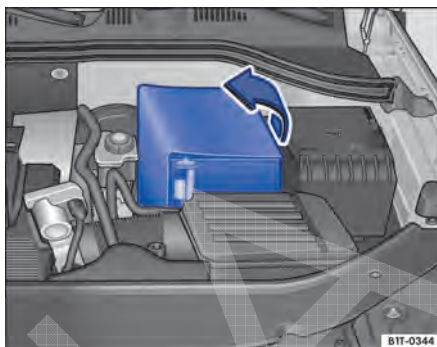

Fig. 201 No compartimento do motor: rebater a guarnição da bateria do veículo (versão 2).
- Com uma guarnição: rebater a cobertura para fora no sentido da seta ⇒ Fig. 201.